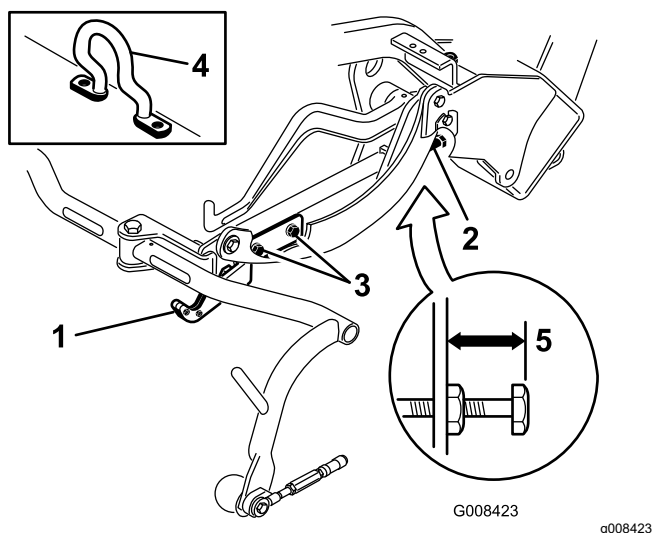
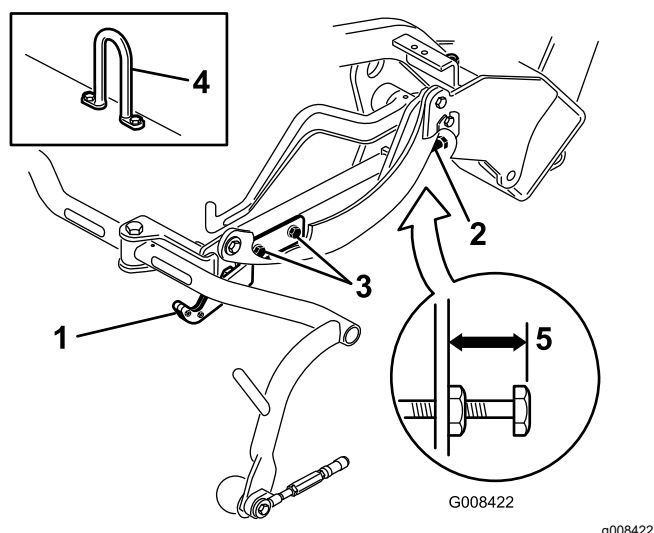
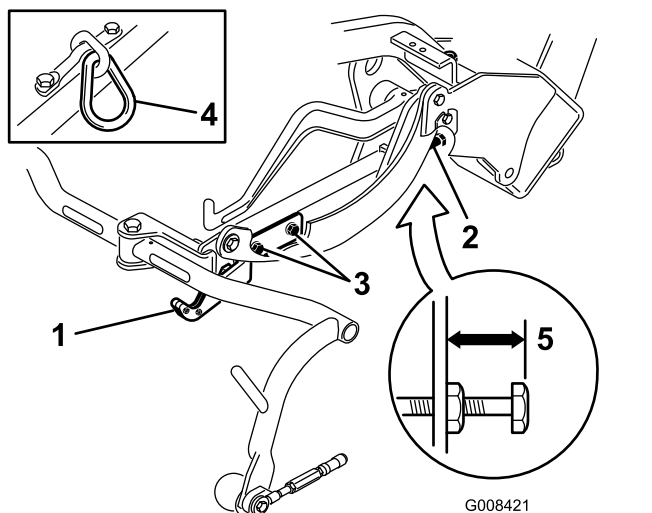

Bild 11
Bild 13
Bild 12
Prüfen Sie die Transporthöhe (Bild 12 und Bild 13) und stellen Sie diese ggf. ein.
2. An Schneideinheiten, die einen Versatzhubhaben (Bild 11, Einsatz) müssen Sie darauf achten, dass der Abstand von der Oberkante der Einstellschraube am Trägerrahmen bis zur Rückseite des Trägerrahmens 25 mm beträgt. Sollte der Abstand nicht 25 mm sein, gehen Sie auf Schritt 4.
3. An Schneideinheiten, die ein Kettenglied oder einen geraden Hubhaken haben (Bild 12 und Bild 13, Einsätze) müssen Sie darauf achten, dass der Abstand von der Oberkante der Einstellschraube am Trägersrahmen bis zur Rückseite des Trägersrahmens 22 mm beträgt. Sollte der Abstand nicht 22 mm sein, gehen Sie auf Schritt 4. Wenn die Schneideinheit mit einem Versatzhublenker (Bild 11) ausgestattet ist, gehen Sie auf den nächsten Schritt.
4. Lockern Sie die Befestigungsschrauben an der Transportplatte (Bild 12, Bild 13 und Bild 11).
7. Wenn die Trägersrahmen nicht dieselbe Höhe aufweisen, lösen Sie die Klemmmutter an der Einstellschraube des Trägersrahmens (Bild 11, Bild 12 und Bild 13). Drehen Sie die Schraube raus, um den Trägersrahmen anzuheben, oder drehen Sie die Schraube rein, um ihn abzusenken. Ziehen Sie die Klemmmutter wieder an, nachdem Sie die korrekte Höhe eingestellt haben.